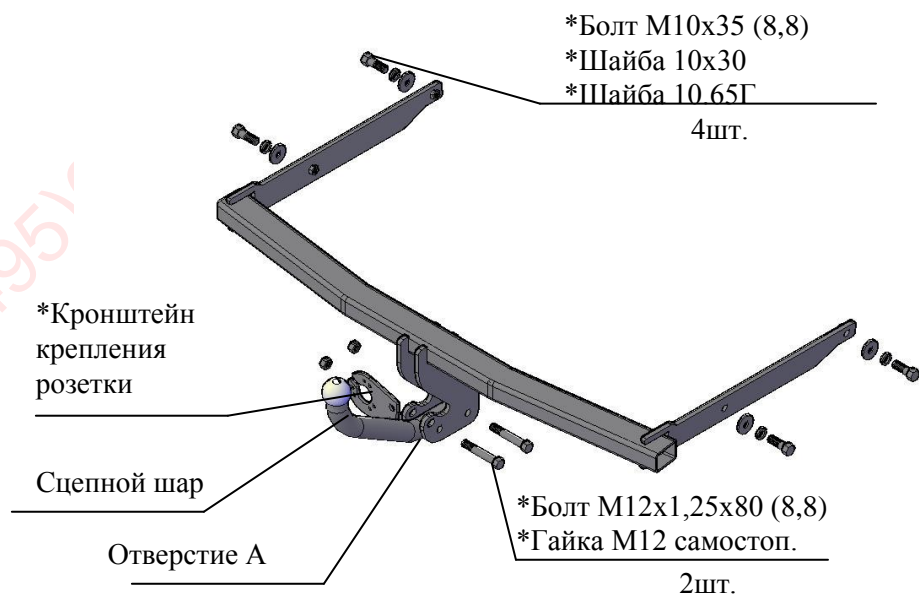

Рис.1 Тягово-сцепное устройство ТСУ 6014
2.1 ТСУ 6014 в сборе (рис.1)	1 шт.
2.2 Пакет с комплектующими (см. рис.1) Защитный колпак	1 шт.